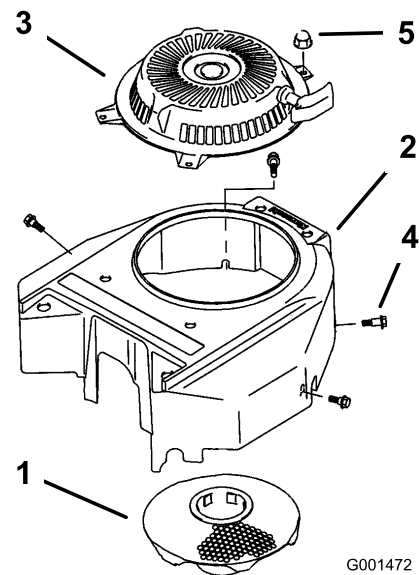

Figure 29
3. Retirez la grille d'entrée d'air, le lanceur et le boîtier du ventilateur (Figure 29).
5. Remettez la grille d'entrée d'air, le lanceur et le boîtier du ventilateur (Figure 29).